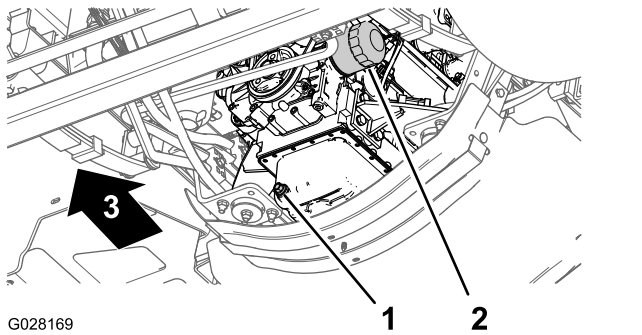

図 79
3. エンジンオイルフィルタの下にオイルを受ける容器をおく(図 79)。
4. 古いオイルフィルタ(図 79)を外す。
8. アダプタにフィルタを取り付け、ガスケットがアダプタに当たるまでフィルタを右に回し、そこから更に 1/2 回転増し締めする(図 79)。
1. ドレンプラグの下にオイルを受ける容器をおく(図 79)。
2. ドレンプラグ(図 79)を外して排出されるオイルを回収する。